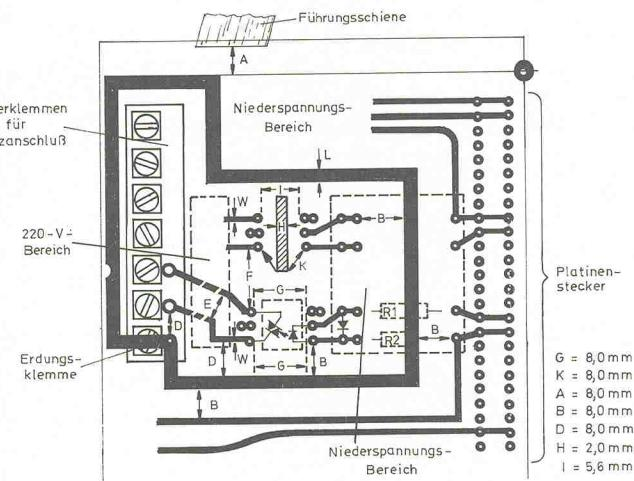

Bild 8. Die Lage der Erdungsschleife, wenn Netzleitungen und Niederspannungsleitungen getrennt über Lüsterklemmen und Platinenstecker angeschlossen werden.
Auch in diesem Fall ist eine gesonderte Erdungsschleife auf der Platine vorzusehen. Ein Beispiel, wie dies geschehen kann, zeigt Bild 8. Die Erdungsschleife wird nun direkt mit dem Erde-Kontakt der mehrpoligen Lüsterklemme verbunden. Man beachte auch den minimalen Abstand von 0,8 mm (A) zwischen der Erdungsschleife auf der Platine und eventuellen Metallteilen der Platinenführung.